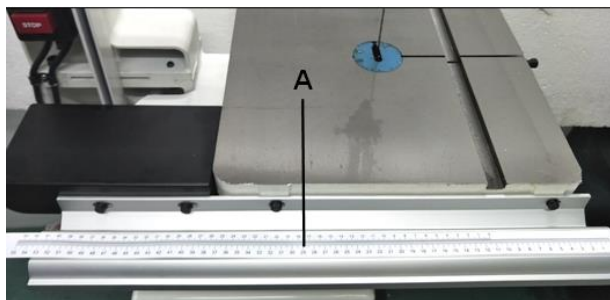

Рис. 2
4. Приклейте самоклеющуюся шкалу на верхнюю часть направляющей (А, Рис. 2).